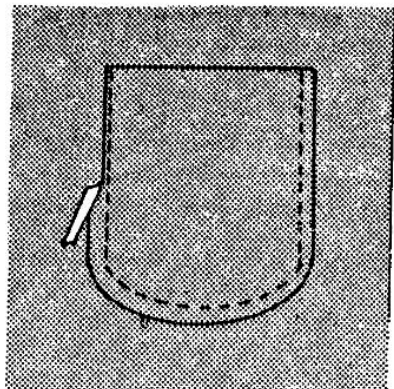

Рис. 306
4. Срежьте припуски близко к строчке (рис. 306).